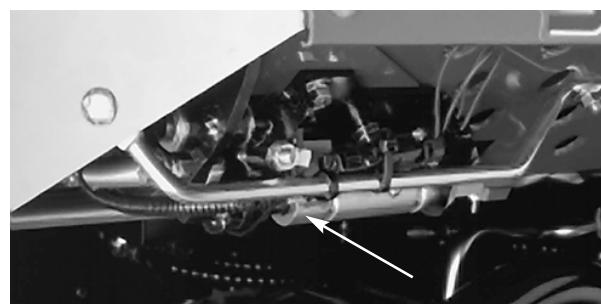

Bild 26
Fetten Sie die folgenden Lager und Büchsen der Zugmaschine: Drehzapfen—Schneidwerk hinten (Bild 18), Drehzapfen—Schneidwerk vorne (Bild 19), Zylinderenden—Ausleger (2) (nur Modell 03201) (Bild 20), Lenkdrehzapfen (Bild 21), Drehzapfen—Hubarm hinten und Hubzylinder (2) (Bild 22), Hubarmdrehzapfen links vorne und Hubzylinder (2) (Bild 23), Hubarmdrehzapfen rechts vorne und Hubzylinder (2) (Bild 24), Neutraleinstellmechanismus (Bild 25), Mähen-/Transportschieber (Bild 26), Riemenspann-Drehzapfen (Bild 27) Lenkzylinder (Bild 28). **Anmerkung:** Auf Wunsch kann am anderen Ende des Lenkzylinders ein weiterer Schmiernippel eingebaut werden. Entfernen Sie den Reifen, schrauben den Nippel ein, fetten, entfernen den Nippel und stecken den Stöpsel (Bild 29) wieder ein. **WICHTIG: Fetten Sie das Verbindungsrohr am Ausleger nicht; die Lagerblöcke sind permanent geschmiert.**